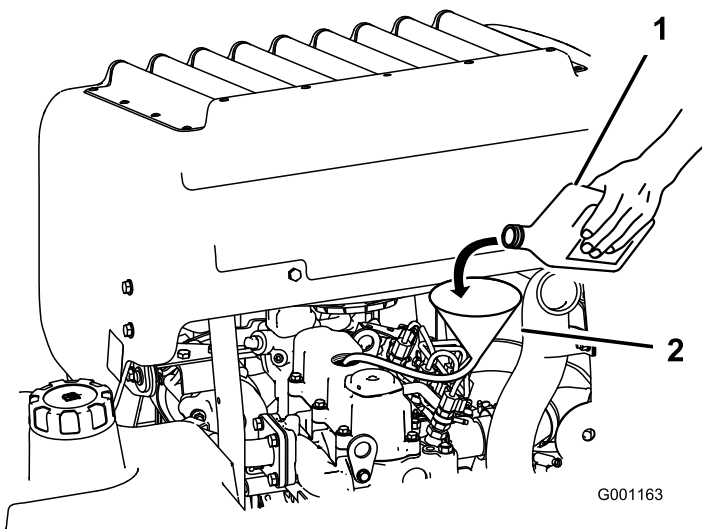

Figura 65
- Utilice una manguera y un embudo para añadir aceite al motor (Figura 65).